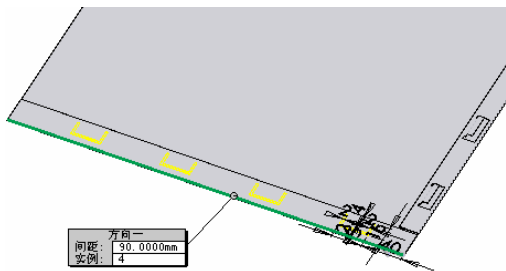

图 10-40 线性阵列切除特征
⑰ 阵列“切除”特征。选择菜单栏中的“插入”→“阵列/镜像”→“线性阵列”命令，或者单击“特征”工具栏中的“线性阵列”图标，阵列“切除”特征，输入阵列间距数值：90，如图 10-40 所示。